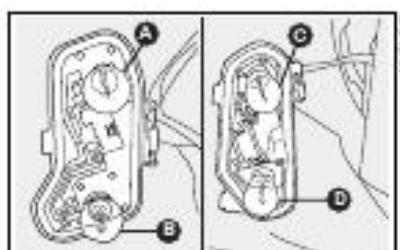

fig. 40
3) remover as lâmpadas **fig. 40** empurrando-as levemente e girando-as levemente.
De 12V-21W para as luzes dos freios **C**-fig. 40.
De 12V-21W para as luzes de marcha a ré **A**-fig. 40.
De 12V-R5W para as luzes de posição **D**-fig. 40.
De 12V-21W para os indicadores de direção **B**-fig. 40.